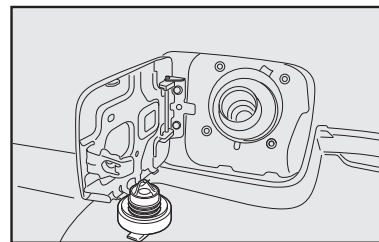

fig. 136
- Após a retirada da tampa, encaixe-a no suporte existente na portinhola **fig. 136**.